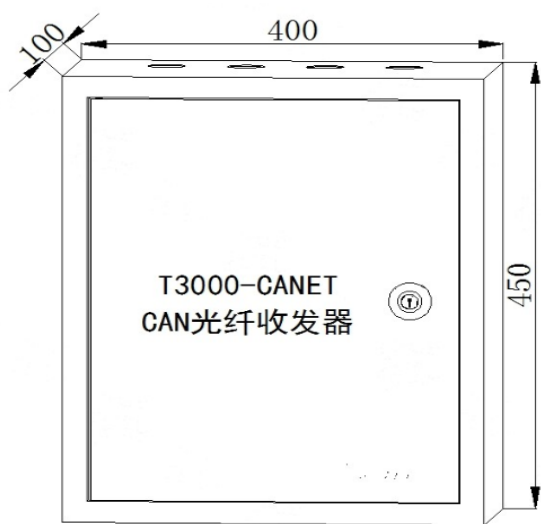

图5-1T3000-CANET-A外形尺寸图
5.1 本设备采用壁挂式安装，图5-1、5-2 为箱体的详细安装尺寸图。